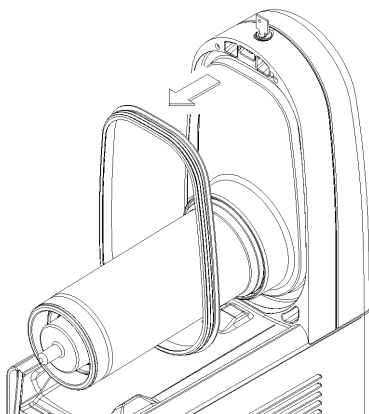

Bild 13
- 4 Die Dichtung entfernen (Bild 13).